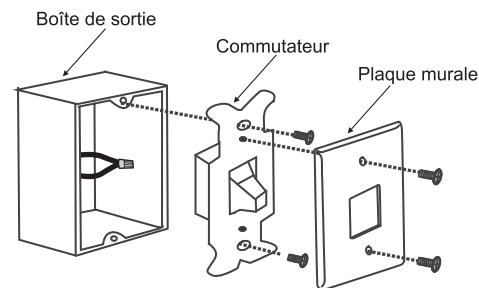

Fig. 19
Étape 1. Retirez la plaque murale existante et l'ancien interrupteur de la boîte de sortie murale. Ecrousez les fils noirs (chauds) et poussez à l'intérieur de la boîte de sortie. (Fig. 19)